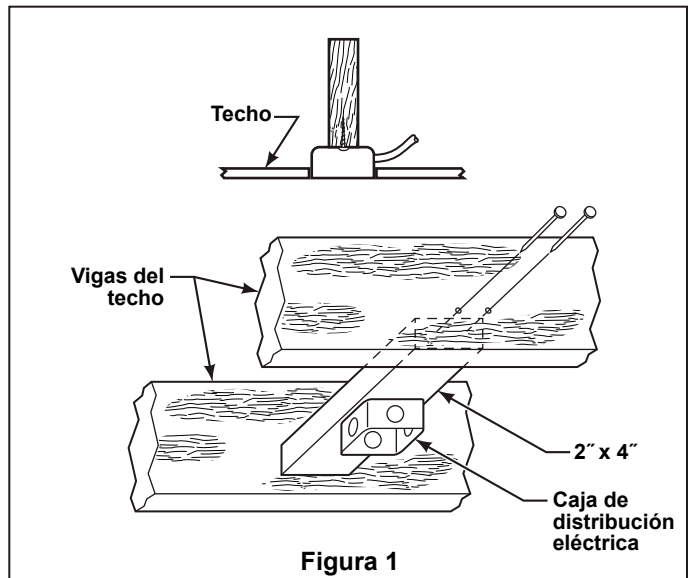

Figura 1
NOTA: Si no está seguro de la descripción de una pieza, consulte la ilustración del despiece. (Figura 1, página 27)
Su nuevo ventilador de techo requiere una línea de suministro eléctrico con conexión a tierra de 120 voltios de CA, 60 Hz, circuito de 15 amperios. La caja de distribución eléctrica debe estar bien asegurada y debe ser capaz de soportar una carga de, al menos, 22,7 kg (50 lb). La Figura 1 muestra diversas configuraciones estructurales que podrían utilizarse para montar la caja de distribución eléctrica.
1. Afloje el tornillo de fijación de la semiesfera y retírela hasta que ésta pueda desplazarse libremente por el barral. (Figura 1) Retire el pasador del barral y luego extraiga la semiesfera. Conserve el pasador y la semiesfera para su reinstalación en el Paso 5.
5. Vuelva a colocar la semiesfera (Figura 1) en el barral como se indica a continuación. Pase los tres cables de 2 m (80") y el cable de seguridad a través de la semiesfera. Pase el pasador a través de los dos orificios en el barral y alinee la semiesfera de modo que el pasador quede atrapado en la ranura de la parte superior de la misma. Empuje la semiesfera hacia arriba, bien ajustada contra el pasador. **Ajuste firmemente el tornillo de fijación de la semiesfera. Si el tornillo está flojo, podría provocar oscilación del ventilador.**